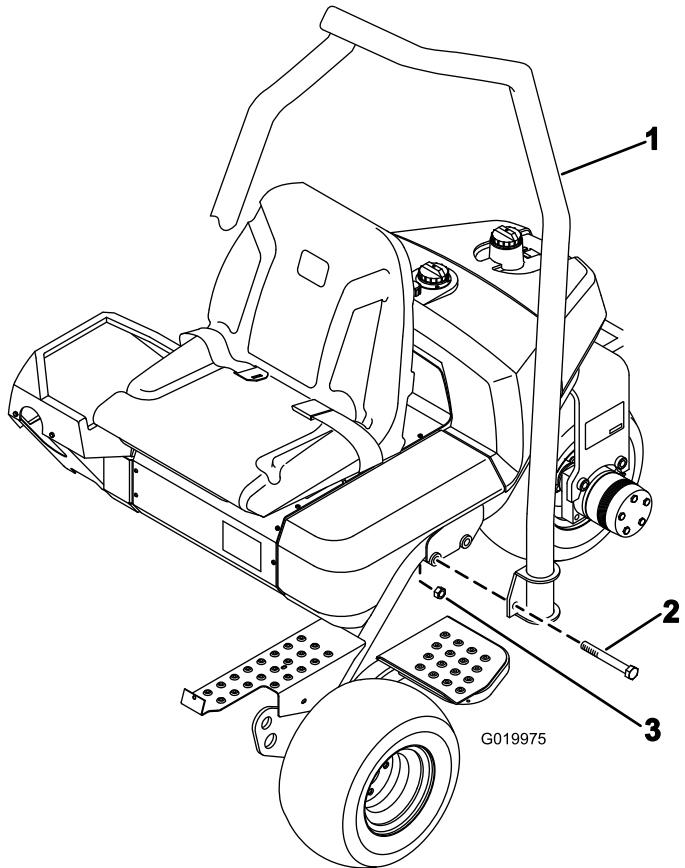

Figura 4
2. Baixe a barra de segurança para a estrutura, alinhando-a com os furos de montagem (Figura 4).
3. Prenda cada lado da barra de segurança na estrutura com dois parafusos (5/8 pol. x 4 1/2 pol.) e porcas de bloqueio como se mostra na Figura 4.